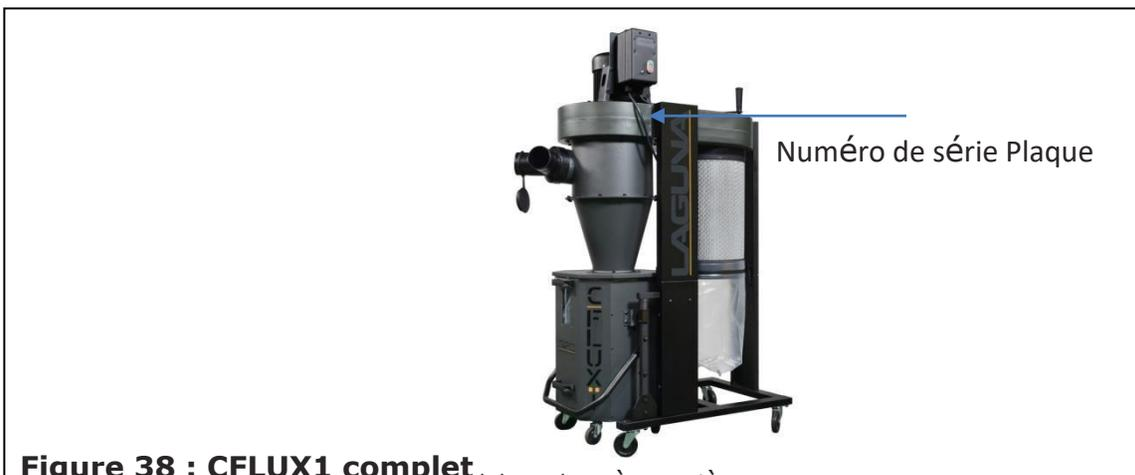
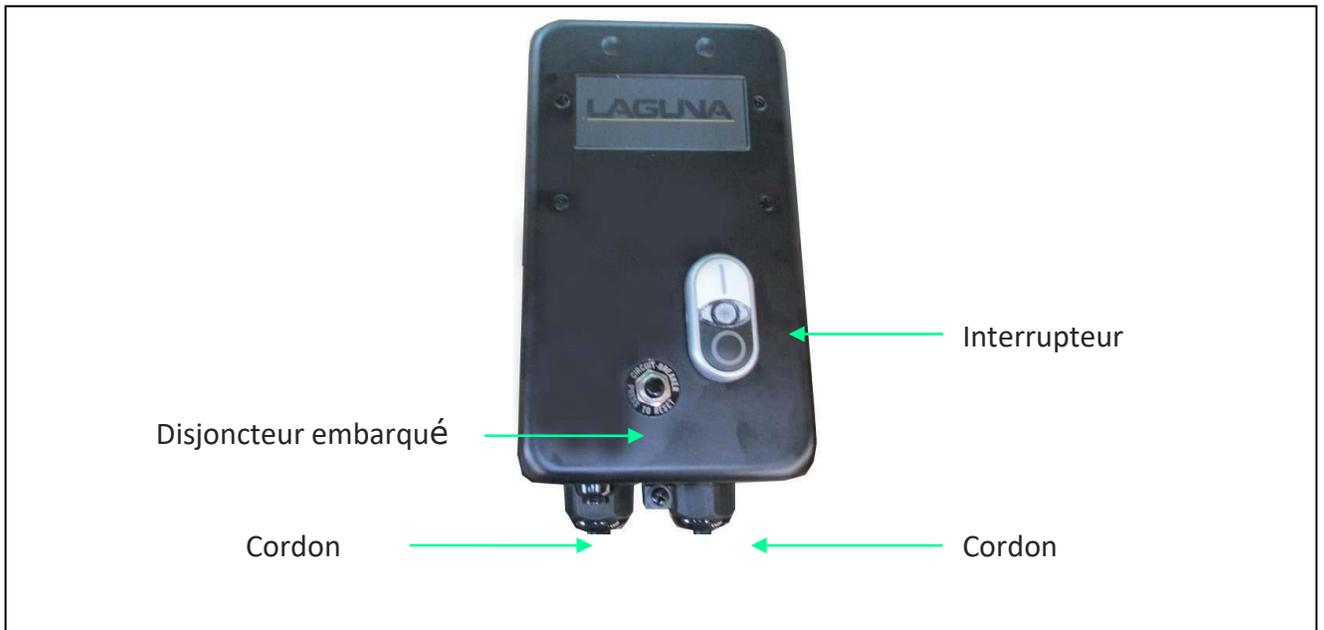

Figure 38 : CFLUX1 complet
Figure 39 : Interrupteur manuel avec récepteur de télécommande à haute fréquence
4. Pour démarrer, appuyez sur le bouton ON de l'interrupteur ON/OFF (Fig. 38) ou de la télécommande (Fig. 39).
5. Pour arrêter, appuyez sur le bouton OFF de l'interrupteur ON/OFF (Fig. 38) ou de la télécommande (Fig. 39).